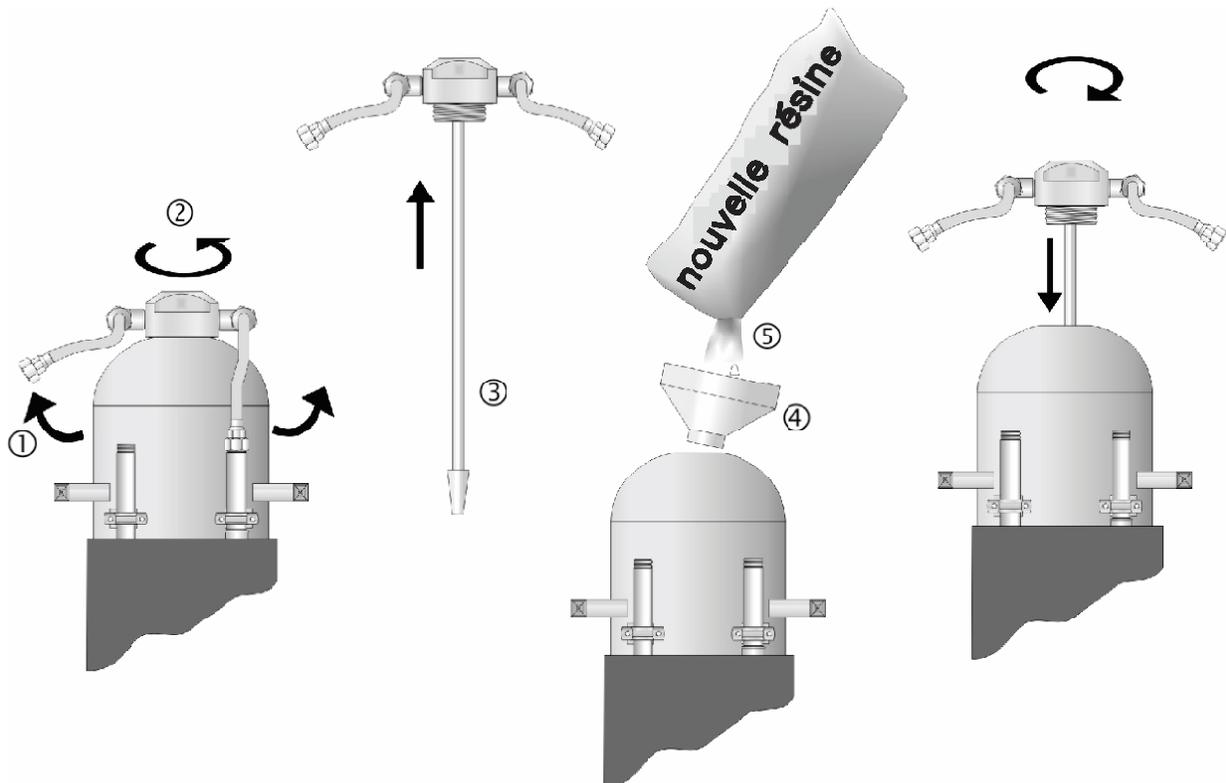

Figure 5 – Remplissage de la nouvelle résine dans le Puopal-Pro
b) Remplissage de la nouvelle résine (figure 5)